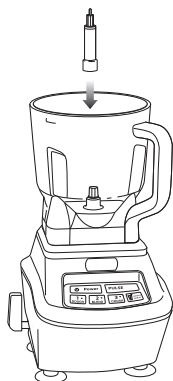

Fig. 1
- 2 Sosteniendo el accesorio por el vástago, colóquelo sobre el eje del motor, dentro del tazón. Verifique que el accesorio quede bien ajustado sobre el eje del motor y de que el vástago quede derecho. (Fig. 1)